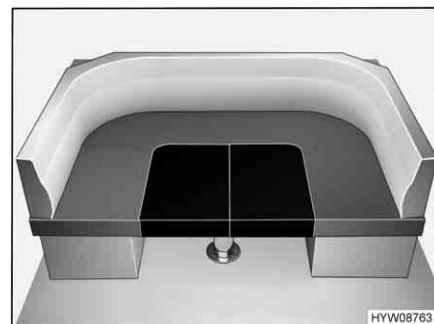

Fig. 70 Dopo la trasformazione
- Sistemare i due cuscini aggiuntivi (raffigurati in nero) come illustrato nella Fig. 70.